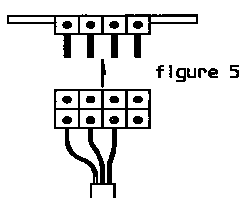

figure 5
- Une fois le raccordement effectué, reconnecter la partie femelle sur l'appareil (figure 5).